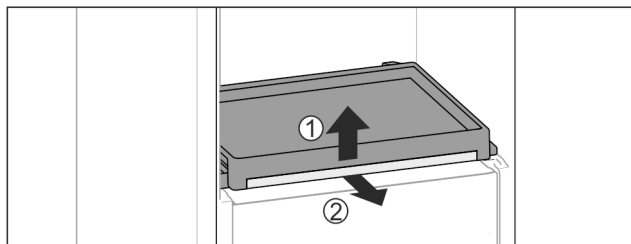

Fig. 39
- ▶ Wyjmowanie wysuwanej półki oraz szklanej płyty: Podnieść lekko szklaną płytę z przodu Fig. 39 (1) i wyciągnąć do przodu Fig. 39 (2).